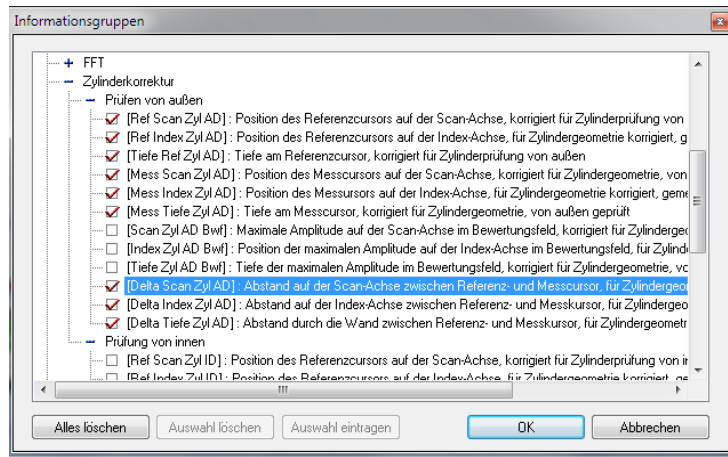

Abbildung 7-64 Auswahl von Parametern für die Prüfung von außen
1. Vergewissern Sie sich, dass zumindest der rote Referenzkursor in einer für das Volumen korrigierte Seitenansicht (B) angezeigt wird, bevor die Zylinderkorrektur aktiviert wird.
2. Wählen Sie in einer Vk-Seitenansicht (B) die zutreffenden Informationsfelder (für AD- oder ID-Prüfung) wie folgt aus:
- a) Klicken Sie auf die Vk-Seitenansicht (B), um sie zu aktivieren.
- e) Wählen Sie in der Gruppe **Zylinderkorrektur** die zutreffenden Kontrollkästchen aus (siehe Beispiel in Abbildung 7-64 auf Seite 429, in dem eine Auswahl von Parametern für AD-Prüfungen gezeigt wird).